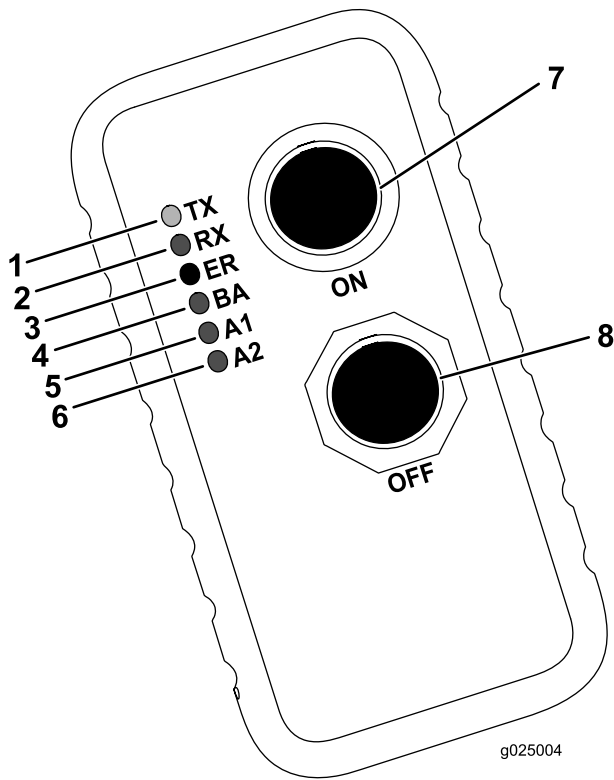

Figura 58
A tabela a seguir apresenta os diversos estados das luzes indicadoras no transmissor portátil (Figura 58) e seus significados:
- Pressione simultaneamente e mantenha pressionados os botões ligar e desligar (Figura 58).
- Mantenha pressionados os botões Liga e Desliga até começar a piscar a luz verde de transmissão (TX) (Figura 58).
- Ligue a máquina, continuando a manter pressionados os botões Liga e Desliga (Figura 58).
- Libere os botões Liga e Desliga (Figura 58).